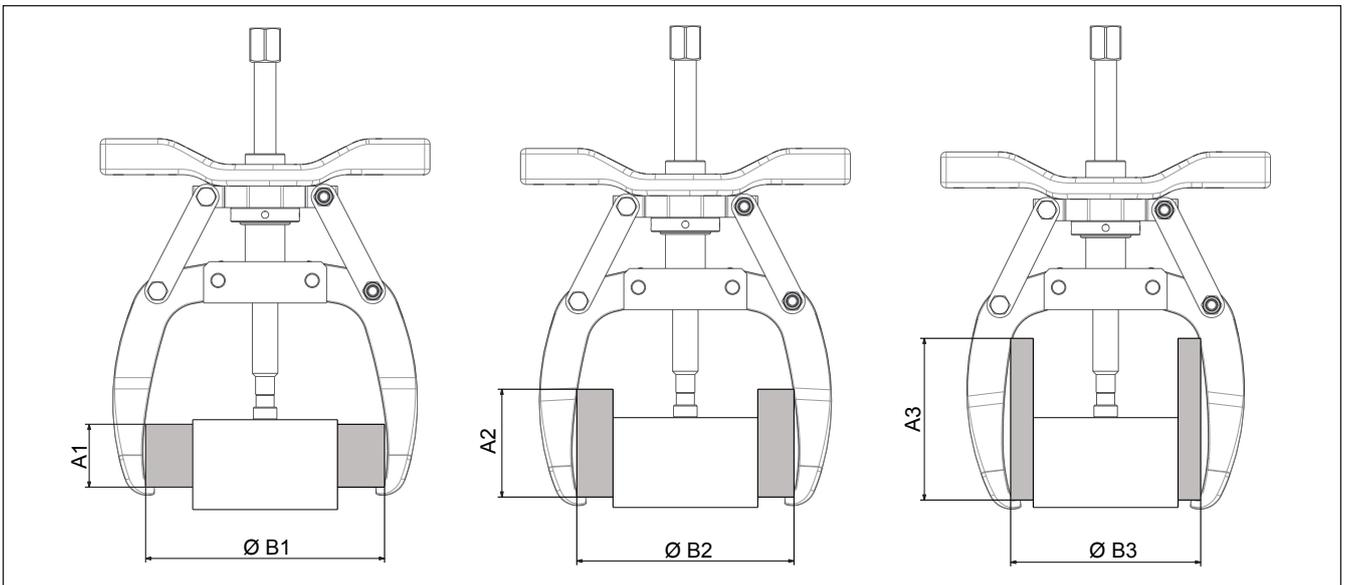

Figura 6 Profondità di azione e apertura massime dell'estrattore
- Quando l'estrattore viene installato sul particolare, fare riferimento alle dimensioni massime di profondità di azione e apertura riportate nella Figura 6. Seguendo queste importanti linee guida si riduce la deformazione della ganasca e del mandrino, se la forza applicata è molto elevata.
NOTICE Il mandrino e le ganasce devono agganciare il particolare da estrarre e raggiungere almeno la profondità di azione e l'apertura minime indicate nella figura 6. Se è necessaria una maggiore profondità di azione, è possibile applicare un distanziale. Posizionare un distanziale di dimensioni adeguate tra il protettore della punta e il particolare, durante la fase 3.